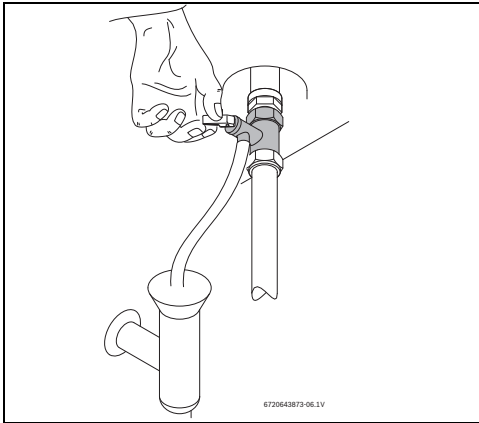

Fig. 12 Ouverture manuelle de la soupape de sécurité
- Ouvrir la soupape de sécurité (fig. 12).
- Ouvrir la soupape de sécurité au moins une fois par mois (fig. 12).